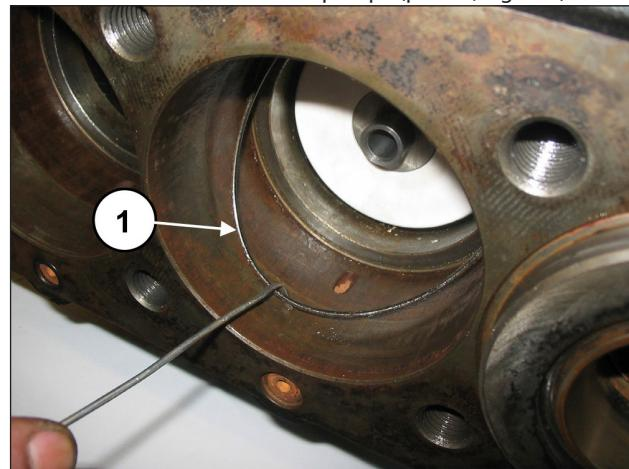

Fig. 115
Rimuovere l'O-ring di fondo supporto guarnizione qualora rimanesse all'interno del carter pompa (pos. ①, Fig. 115).